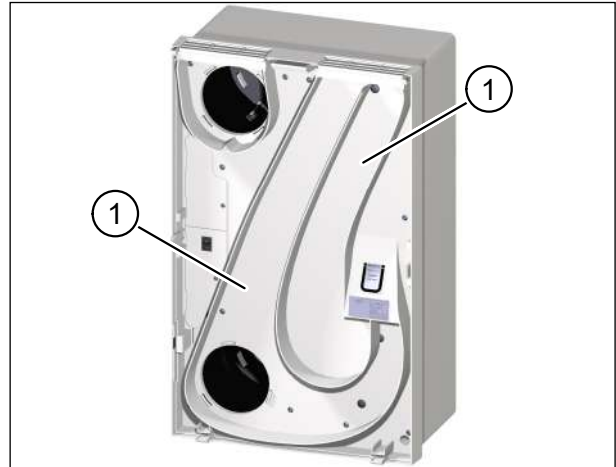

Abb. 14: Zuluftkanäle auf Zwischenplatte reinigen
- ▶ Reinigen Sie die Zuluftkanäle (Pos. 1 in Abb. 14) auf der Zwischenplatte mit einem feuchten Tuch und milder Seifenlauge.